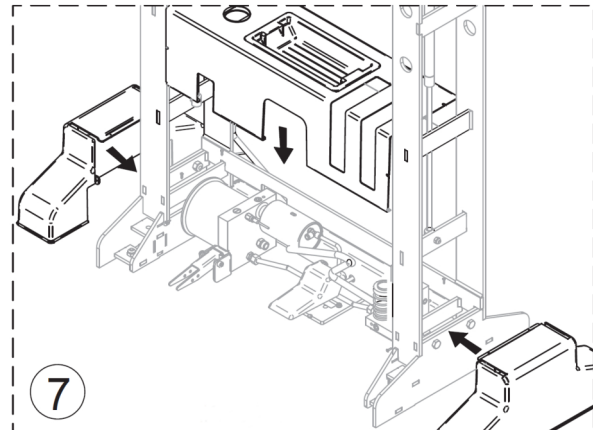

Abb. 21: Montage der Fußabdeckungen und des oberen Gehäuses
Schritt 7: Montieren Sie die Abdeckungen der beiden Querfüße und die obere Abdeckung der Hydraulikeinheit am Rahmen (Abb.21).